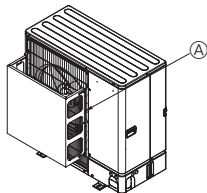

Fig. 2-4
- 2 Postavite neobaveznu vodilicu za zrak ako je jedinica postavljena na mjesto gdje jaki vjetrovi tajfuna itd. mogu izravno ući u izlaz za zrak. (Fig. 2-4)